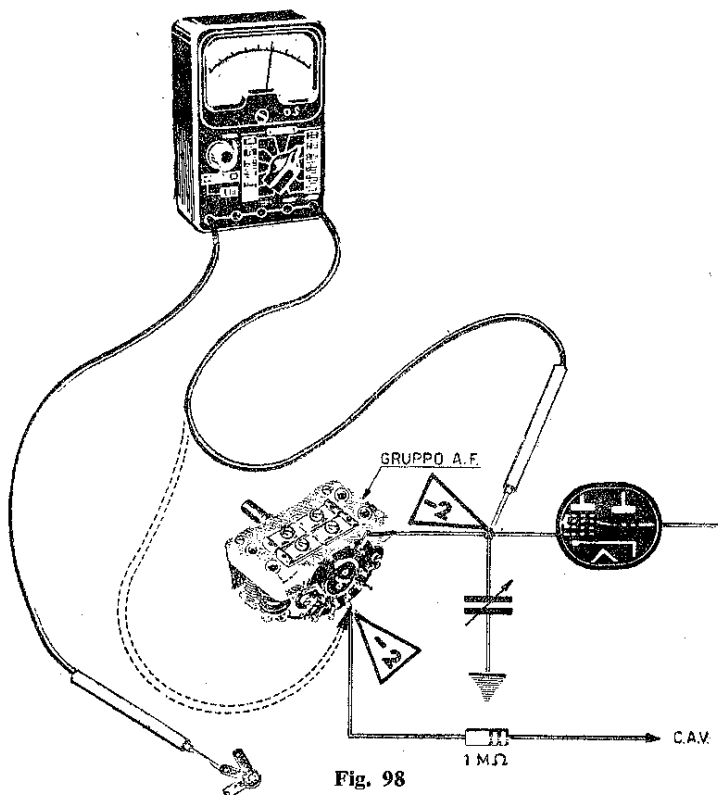
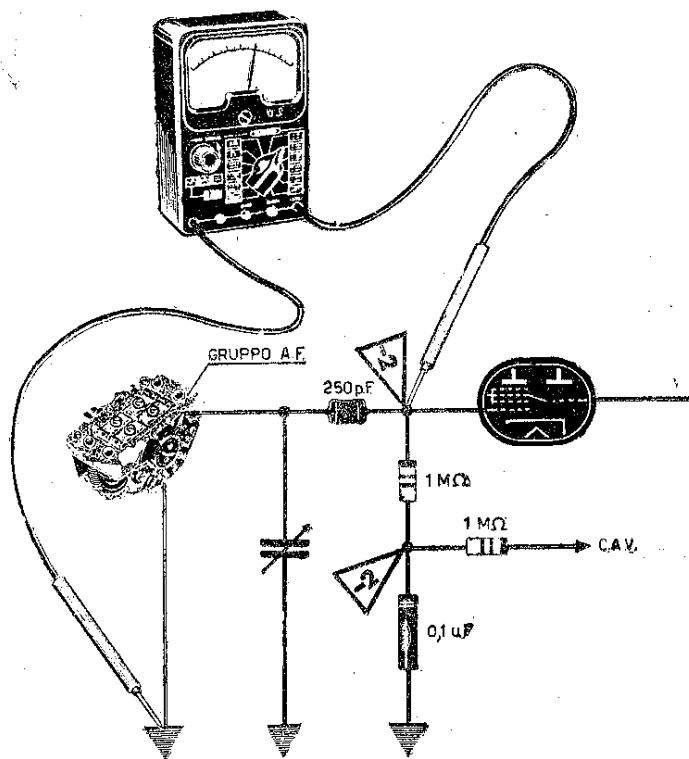

Fig. 98
Fig. 99
**285** Anomalia da imputare alla mancanza di C.A.V. Di norma si punterà su un dissaldamento del conduttore che proviene dal diodo del C.A.V. e si congiunge al gruppo di AF. Provvederemo al controllo e ci accerteremo con l'ausilio del voltmetro dell'esistenza o meno di tensione negativa prima del gruppo e sulla griglia nel corso di sintonizzazione di una emittente (fig. 98). Terremo presente, come già è stato ricordato precedentemente, che il segnale C.A.V. può venire immesso direttamente sulla griglia tramite una resistenza del valore di 1 megaohm (fig. 99).
**287** Connessioni del C.A.V. erroneamente collegate a massa. Controllare le tensioni sulla griglia della valvola mescolatrice come da figure 98 e 99. Condensatori catodici esauriti.